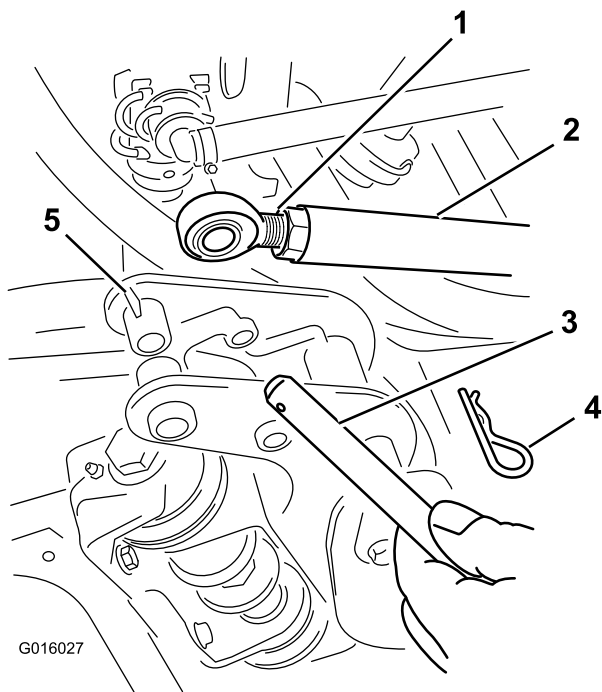

Figura 4
- En cada brazo, retire la chaveta y retire el pasador de la varilla para desconectar la varilla del alojamiento del pasador de giro del brazo (Figura 4).